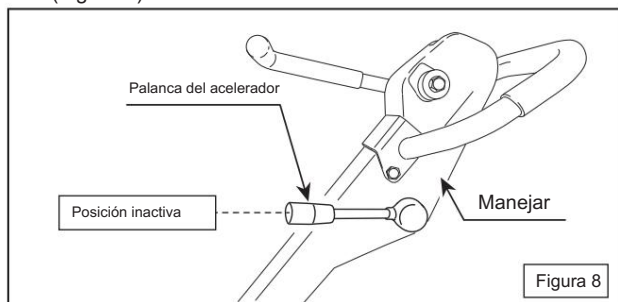

Figura 8
- 3 Mueva la palanca del acelerador a la posición de ralentí. (Figura 8)